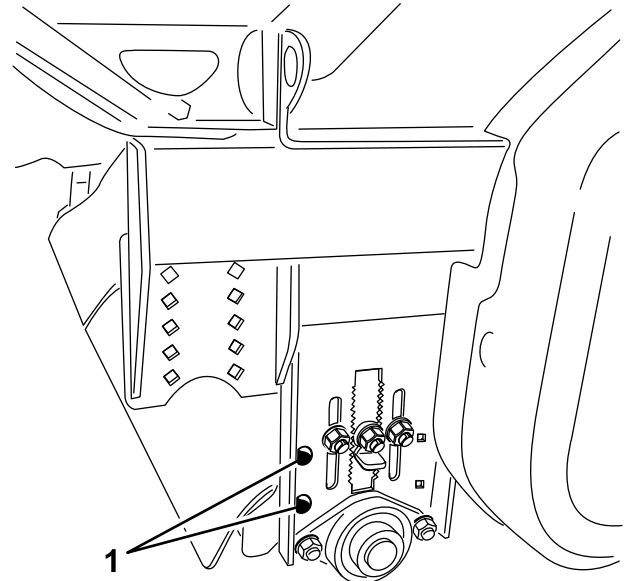

Figure 33
1. Desserrez les fixations de réglage du racloir de rouleau (Figure 33).